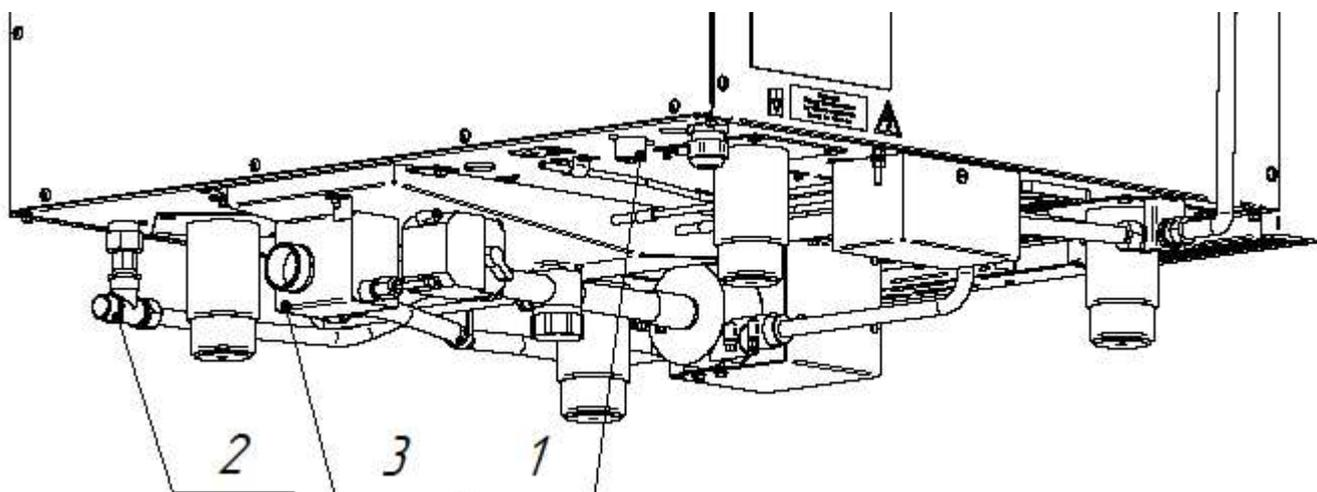

Рис. 4. Подключение к системе водоснабжения
- G3/4" (см. рис. 4 поз. 1 (наружная резьба)) – подача воды в духовку. Подключение выполнить только через водоумягчительную установку (водородно-ионного обмена). Рекомендуется использовать фильтр BRITA PURITY C300 Quell ST.
- G1/2" (см. рис. 4 поз. 2 (наружная резьба)) – душевому устройству и охлаждение коробки слива. Допускается подключать к неподготовленной воде
- используя шланг из комплекта поставки, подключить пароконвектомат к системе канализации (см. рис. 11). Шланг подключить через штуцер с резьбой G1¼" (рис.4 поз.3). Подключение к канализации выполнить с разрывом струи не менее 20мм от верха приемной воронки (СНиП 2.04.01-85 п. 17.11).